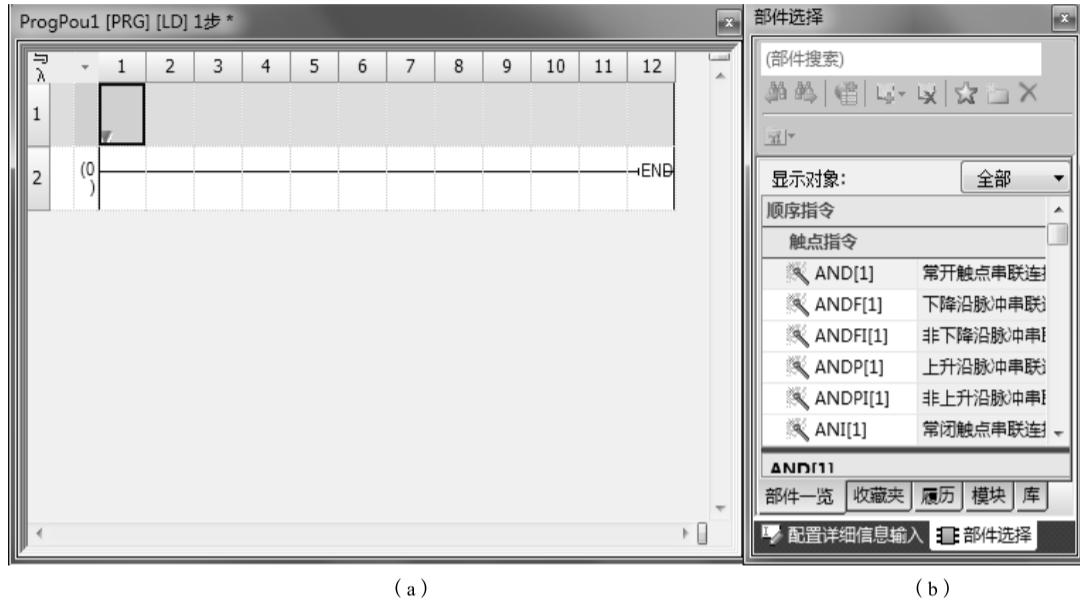

图 1-4-35 梯形图编辑画面（1）
① 从部件选择窗口选择部件，拖放到梯形图编辑器中要配置的位置。本示例中，将“LD”配置到梯形图编辑器中，如图 1-4-35 和图 1-4-36 所示。